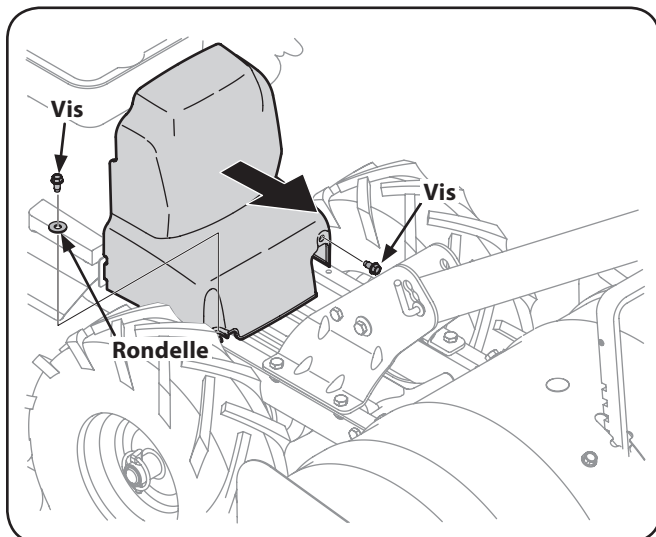

Figure 7-1
2. Retirez les deux vis hexagonales de 1/4-20 et la rondelle plate qui fixent le couvercle des courroies, puis retirez le couvercle. Voir Figure 7-1. Soulevez le couvercle et gardez-le dans un endroit sûr pour utilisation ultérieure.